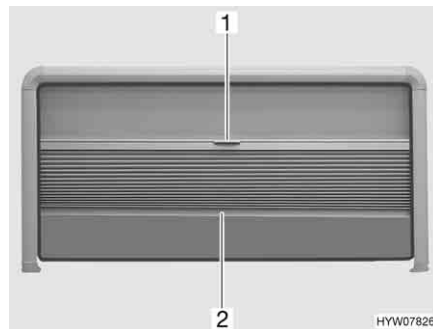

Bild 60 Överkantshängda fönster
- Ta tag i mitten på plisségardinens kantlist (Bild 60,2) och dra försiktigt ned den.
- Håll plisségardinens kantlist (Bild 60,2) i mitten och skjut upp plisségardinen försiktigt.
- Drag ned insektsnätet (Bild 60,1) i handtaget.
- Drag upp insektsnätet helt (Bild 60,1), drag i handtaget.